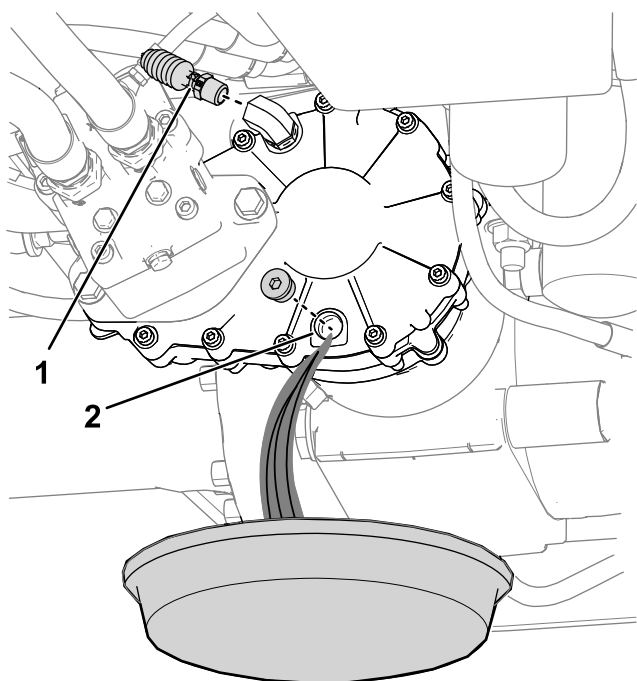

Figure 111
1. Placez un bac de vidange sous l'orifice de vidange de la boîte d'engrenages (Figure 111).
2. Détachez l'embout cannelé et le soufflet du raccord à 90° sur la boîte d'engrenages (Figure 111).
3. Retirez le bouchon de l'orifice de vidange (Figure 111) et vidangez complètement l'huile de la boîte d'engrenages.